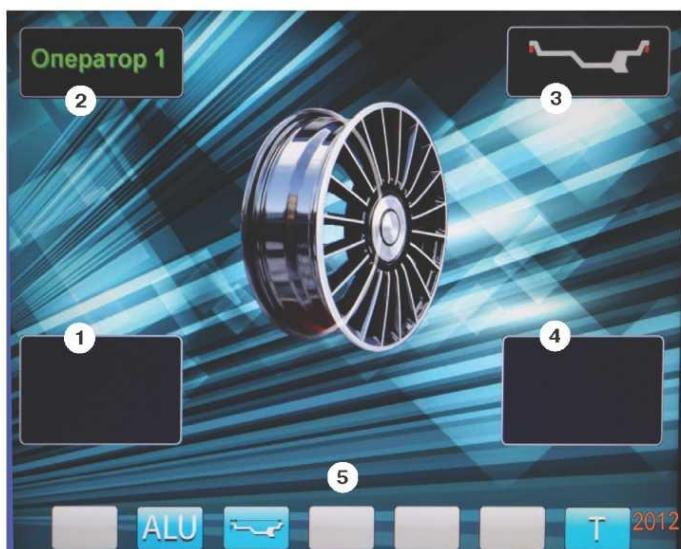

рис.8.2.
8.3. После включения питания СБ на экране монитора отображается фирменная заставка, которая через несколько секунд сменяется отображением экрана основного рабочего режима (рис. 8.2).
Для выбора схем расположения грузов в программах ALU1-ALU5 необходимо, находясь в режиме основного рабочего экрана, нажать кнопку «ALU», при этом открывается окно схем установки грузов, отмеченных номерами рис11.3. Если после введения размеров колеса установленся экран ввода геометрических параметров, необходимо перейти в экран основного рабочего режима нажатием кнопки «STOP». Для выбора нужной схемы нажмите кнопку верхнего ряда клавиатуры с соответствующим номером. Выбранная схема установки грузов отображается в окне 3 экрана основного рабочего режима (рис. 8.2).
12.2. При включении СБ программа измерения дисбаланса настраивается таким образом, что дисбаланс менее 8 г ( заводская установка) на любой плоскости коррекции не показывается, в этом случае в окнах 1 и 4 (рис. 8.2) высвечиваются «OK». Минимальный дисбаланс отображающийся в окнах 1 и 4 равен 8 г. Дисбаланс, превышающий 8г, округляется до величины кратной 5, т. е. дисбаланс 9, 10, 11 и 12 г отображается цифрой 10, дисбаланс 13, 14, 15, 16 и 17 г - цифрой 15 и т. д. Для просмотра неокругленного значения дисбаланса или дисбаланса менее 8г. необходимо нажать кнопку «<>», при этом в окнах 1 и 4 на 2-3 сек высвечиваются фактические значения дисбаланса, определенные в данном запуске.
12.3.4. Для проверки результатов балансировки снова запустите СБ. Если колесо отбалансировано правильно, на индикаторах 1 и 4 (рис. 8.2.) отображаются символы «OK».